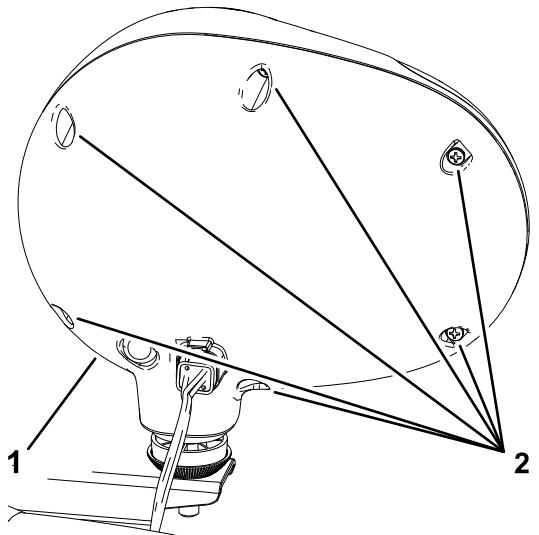

Figure 73
2. Retirez les 6 vis de fixation du projecteur de travail (Figure 73).
3. Déposez le boîtier du projecteur de travail (Figure 73).